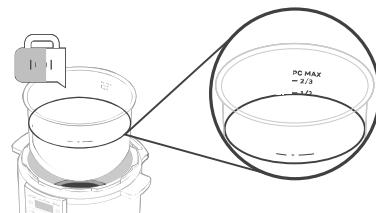

Figura 8.1
2. Riempire la pentola interna con acqua fino alla linea " $-1/2$ ". **[Figura 8.1]**